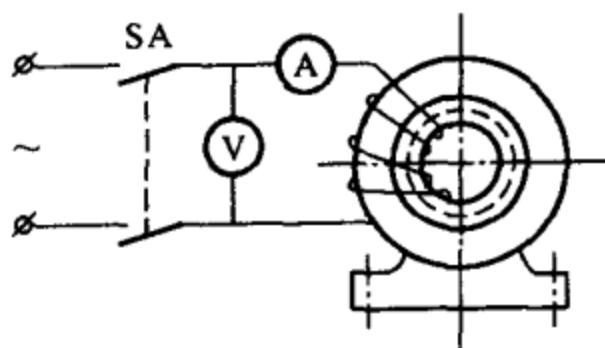

图 3-69 发电机定子铁损干燥法示意图
(1) 定子铁损干燥法：在定子铁芯上缠绕线圈，通以交流电，使定子铁芯的轭部产生接近饱和的磁通，利用其涡流损失发出热量来干燥发电机，接线如图 3-69 所示。一般定子铁芯的磁通密度约为 $1T$ ，为此必须根据铁